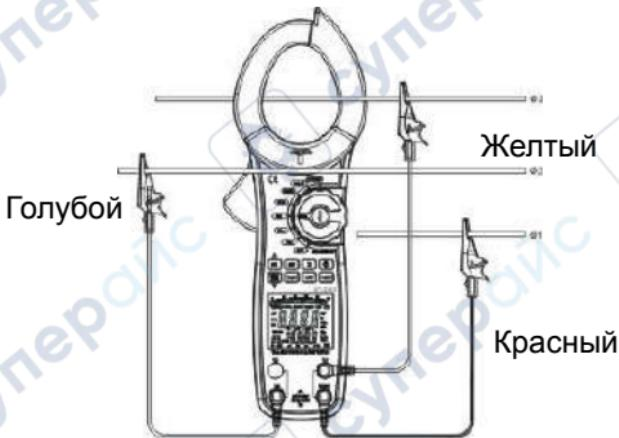

Рис. 15
- При измерении по схеме «3 фазы, 3 провода» удерживать **SEL** в течение 5 секунд, прибор отображает **3ф3W**. Нажать **SEL** повторно в течение 5 секунд для выхода из режима измерения «3 фазы, 3 провода». Подключение прибора по этой схеме измерения показано на рис. 15.
На рис. 15 $\sum W = W_2 + W_3$.